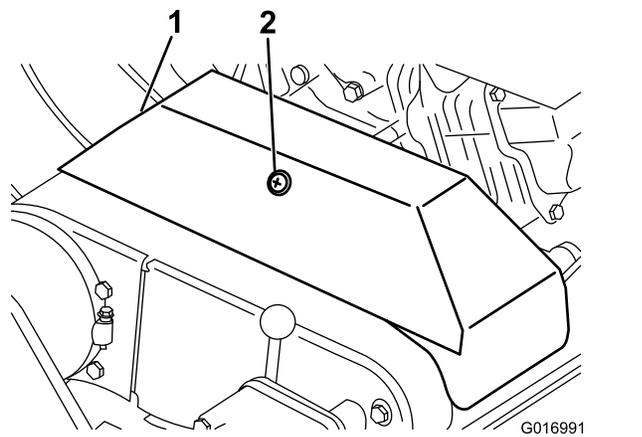

Рисунок 46
2. Ослабьте стопор, фиксирующий крышку клинового ремня, и откиньте крышку (Рисунок 46).
2. Ослабьте стопор, фиксирующий крышку клинового ремня, и откиньте крышку (**Рисунок 46**).